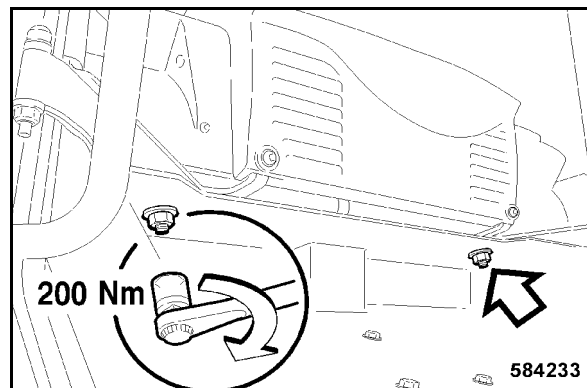

Fig. 218
- Visser un écrou muni d'une rondelle sur les deux goujons filetés et les serrer à un couple de 200 Nm (Fig. 218).